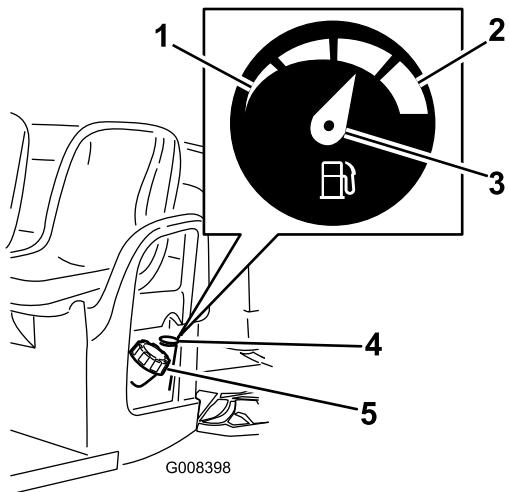

Figura 17
2. Pulite intorno al tappo del serbatoio del carburante (Figura 17).